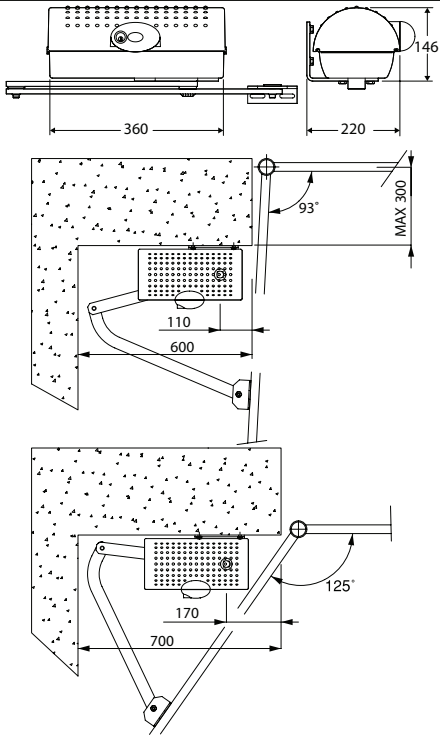
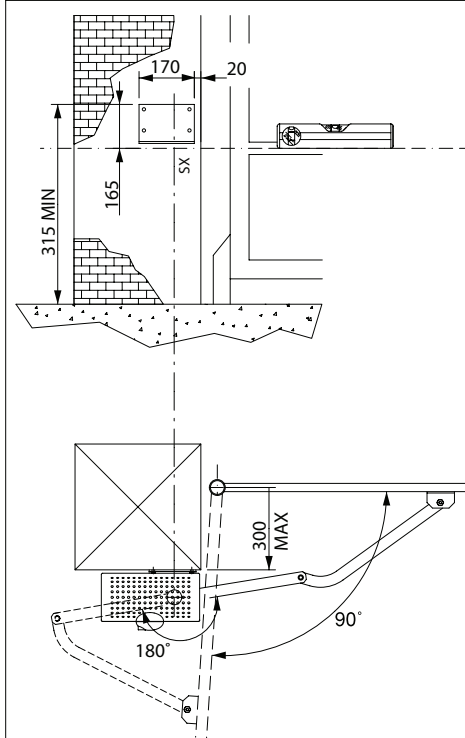

Рис. 2
Рис. 3
- Структура полотна ворот прочная и жесткая. Положения крепления должны выбираться соответственно структуре створки. В любом случае, кривые рычаги должны иметь точкой приложения усилия силовую конструкцию полотна ворот (**рис.2**).
5) КРЕПЛЕНИЕ МОНТАЖНОЙ ПЛАСТИНЫ (РИС.2)
После определения места крепления на створке, при закрытых воротах, проведите воображаемую линию до столба (**рис.2**). Расположите кронштейн, соблюдая размеры **рис.2** для открывания на 90 гр. Или **рис.3**